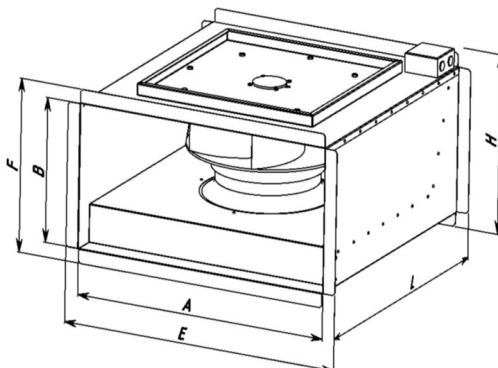

Рис. 1
2.1 Габаритные и присоединительные размеры приведены на рис.1 и в таблице 1.